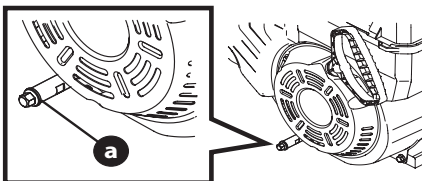

Figura 9
NOTA: Dependiendo del modelo del motor, el tapón de drenaje de aceite podría estar en la parte frontal y/o posterior del bloque, o como tubo extendido (se ilustra en la Figura 9). Ejemplos en la Figura 4 de la página 26.
3. Limpie el área alrededor del tapón de drenaje de aceite (a) (Figura 9).
5. Retire el tapón de drenaje de aceite (Figura 9).